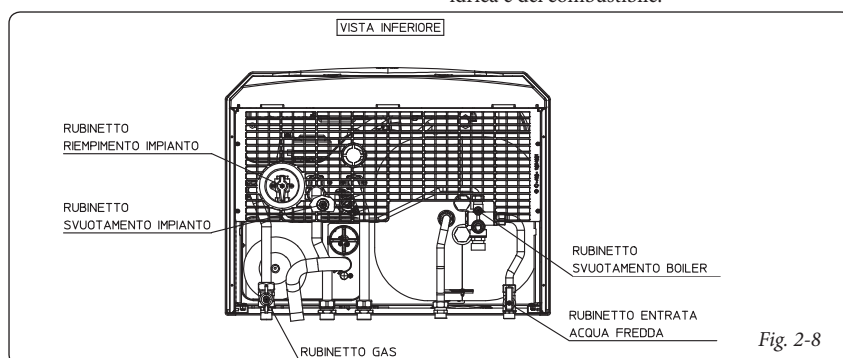

Fig. 2-8
*Se la pressione è inferiore ad 1 bar (ad impianto freddo) è necessario provvedere al ripristino attraverso il rubinetto posto nella parte inferiore della caldaia (Fig. 2-8).*
Per poter compiere l'operazione di svuotamento della caldaia agire sull'apposito rubinetto di svuotamento (Fig. 2-8).
Per poter compiere l'operazione di svuotamento del boiler agire sull'apposito Rubinetto di svuotamento boiler (Fig. 2-8).